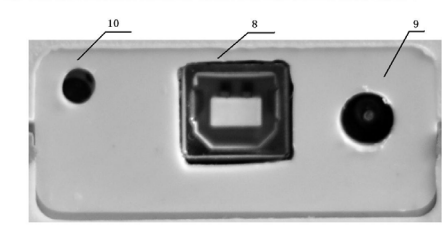

图 3 下侧板
- c) 在上述两种方法都无法关机时，用细棒插进备用关机按钮口 （图 3：10）按下开关即可。
将充电器的插头插入仪器充电电源插座(图 3：9), 接上电源，充电器指示灯表示正在充电，充满电指示灯变绿。